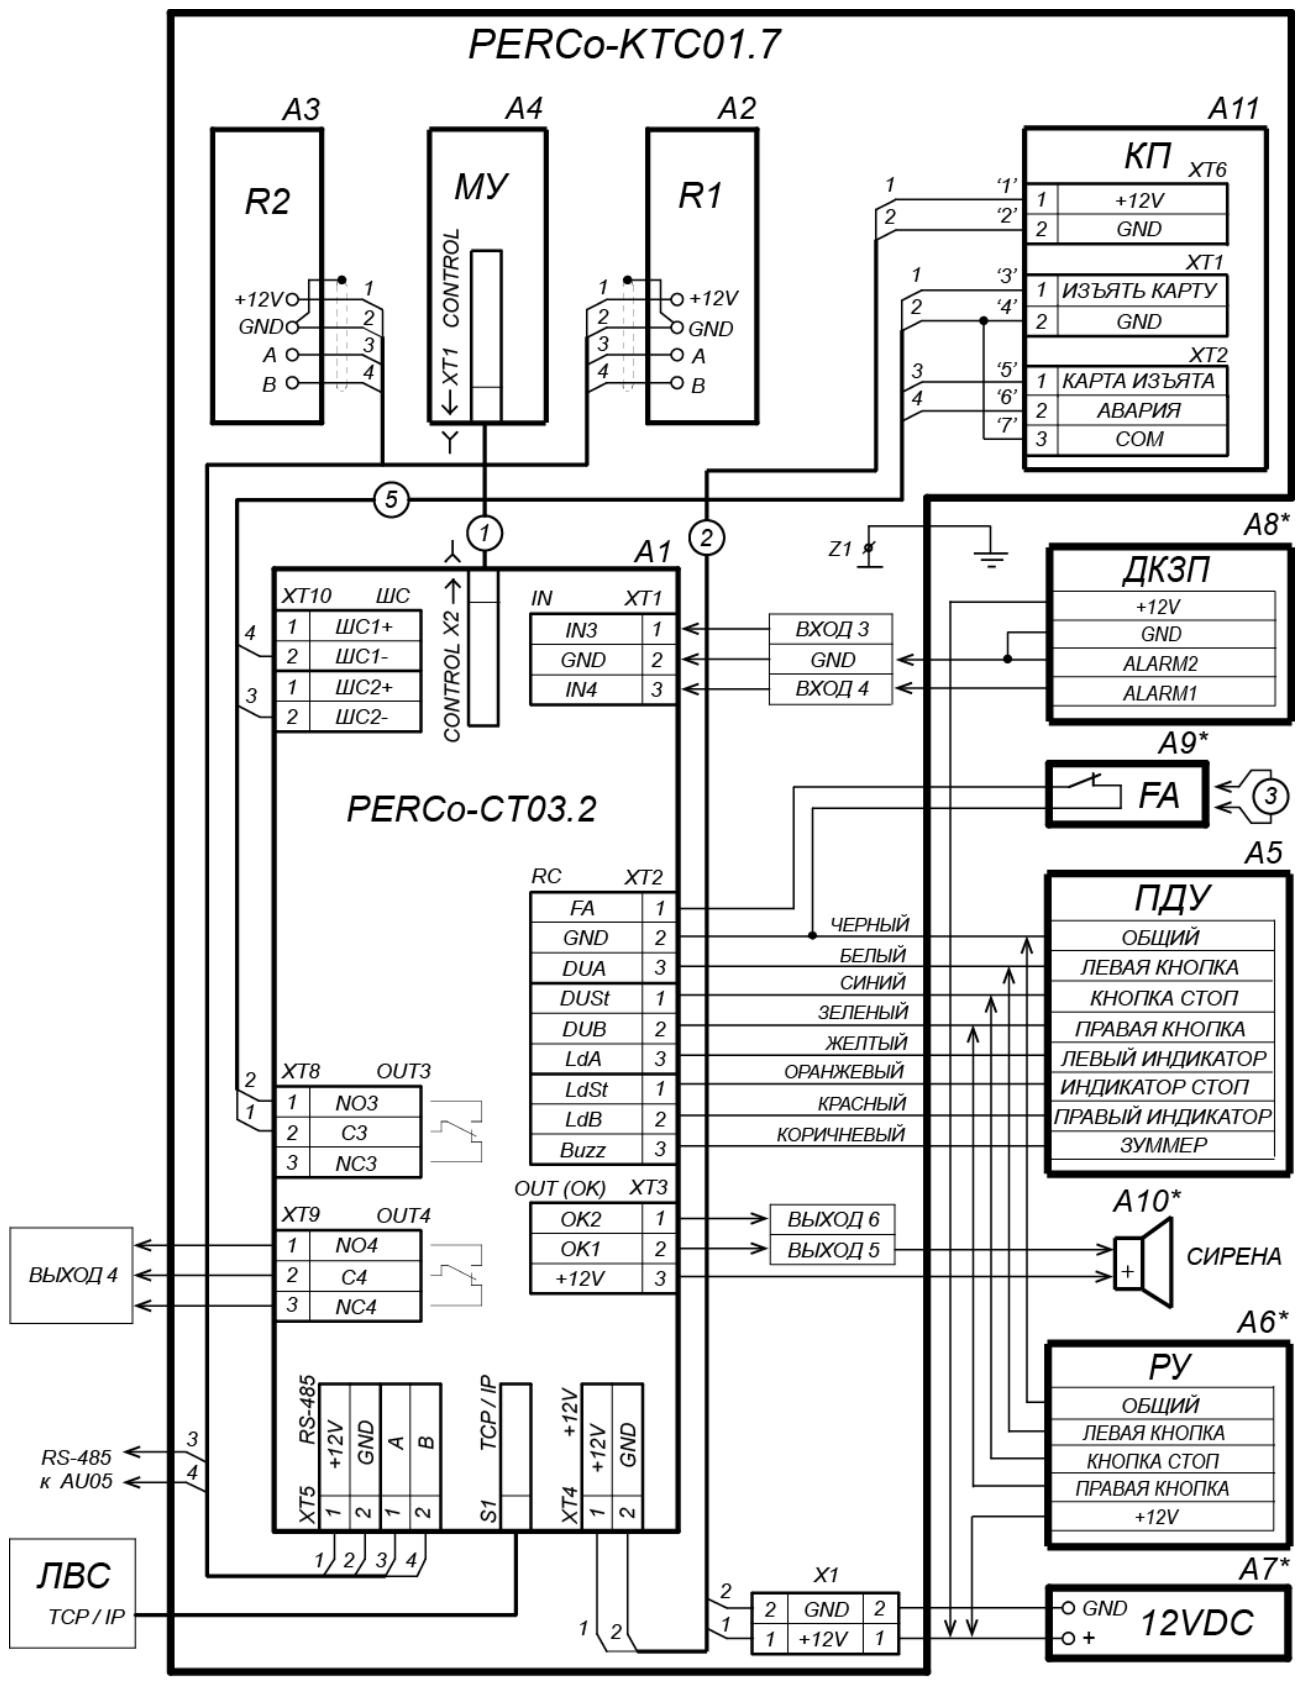

Рисунок 13. Схема подключения ЭП и дополнительного оборудования
Расположение клеммных колодок на нижней плате контроллера ЭП показано на рис. 5, назначение контактов клеммных колодок указано в табл. 1. Схема подключения приведена на рис. 13. Используемые при подключении типы кабелей указаны в табл. 4. При монтаже ЭП придерживайтесь следующей последовательности действий:
позиционные обозначения A1-A4 и Z1 – указаны на рис. 13
11. Подключите кабель питания (15) к выносной клеммной колодке **X1** на плате контроллера ЭП согласно схеме, приведенной на рис. 13.
12. Подключите кабель (13) ПДУ (12) к клеммной колодке **XT2** на плате контроллера ЭП согласно схеме, приведенной на рис. 13.
13. Подключите при необходимости кабели от других устройств к соответствующим клеммным колодкам платы контроллера ЭП согласно схеме (см. рис. 13).
10. Подсоедините кабель картоприемника к плате управления картоприемника согласно схеме на рис. 13 и рис. 6.
11. На разъеме **XT2** контроллера ЭП отключите от клеммы *DUA* провод от картоприемника с маркировкой «5» (выход картоприемника «Карта изъята») и подключите его к клемме *DUB* (см. рис. 13).
12. Установите и закрепите торцевые крышки (9) в порядке, обратном снятию.
13. Установите в рабочее положение контейнер картоприемника со стороны механизма картоприемника, а заглушку (10) – с противоположной стороны.
14. Установите крышку (3) в рабочее положение (см. разд. 6).